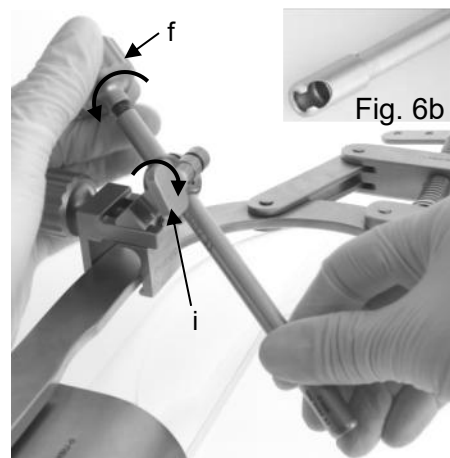

Fig. 6a
Para facilitar los siguientes pasos de montaje, la conexión entre el adaptador de bola y la guía de gancho puede fijarse provisionalmente apretando la tuerca de mariposa (i) del adaptador de bola en el sentido de las agujas del reloj (fig. 6a).
- La posición de la guía de gancho MRI-0 en la bola del adaptador de bola MRF-1V se fija girando el tornillo de mariposa (i) del adaptador de bola en el sentido de las agujas del reloj (véase fig. 6a).